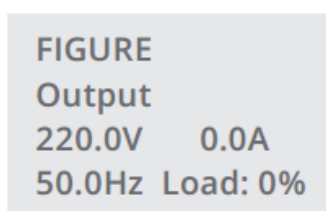
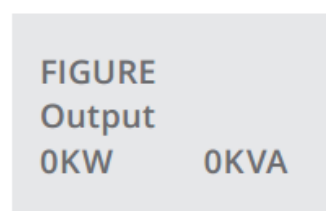

Рис. 8:
Рис. 9: Выход
- переменного тока на выходных клеммах (рис. 8) и потребляемой мощности нагрузки (рис. 9),